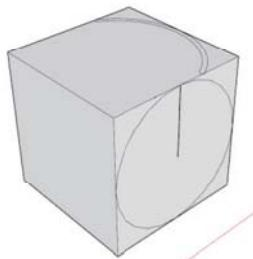

图 2.3.15 画圆与弧
- (2) 在立方体侧面画圆，半径为  $300\text{mm}$ ，如图 2.3.15 所示，它将是放样路径。